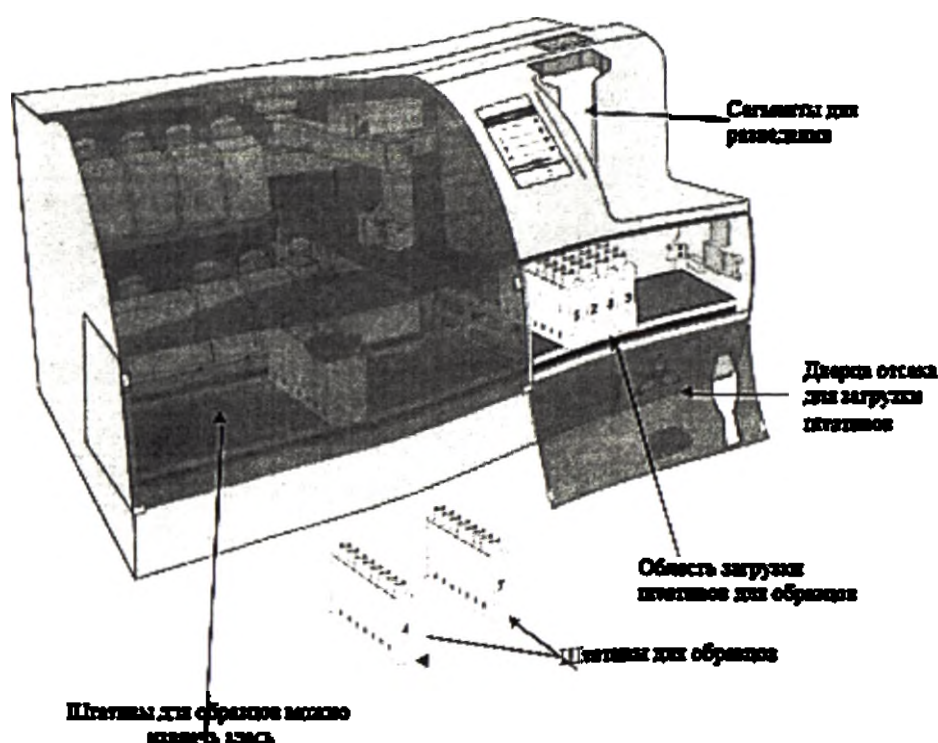

Рисунок 9: Загрузчик образцов CAPILLARYS 3
На автоматическом приборе CAPILLARYS 3 встроенный загрузчик образцов подает в прибор штативы для образцов, расположенные на конвейерной ленте, через дверцу, показанную на рисунке 9. Загрузчик образцов CAPILLARYS 3 состоит из конвейерной ленты, устройства считывателя штрих-кодов, системы для перемешивания образцов в закрытых пробирках, системы разведения, транспортера штативов с образцами и выходной ленты (см. рисунок 9).
- Выходной конвейер предназначен для извлечения штативов с образцами после окончания анализа в аналитическом блоке. Для извлечения штативов с образцами из прибора необходимо открыть дверцу (см. рисунок 9). Данный блок также снабжен датчиком переполнения.